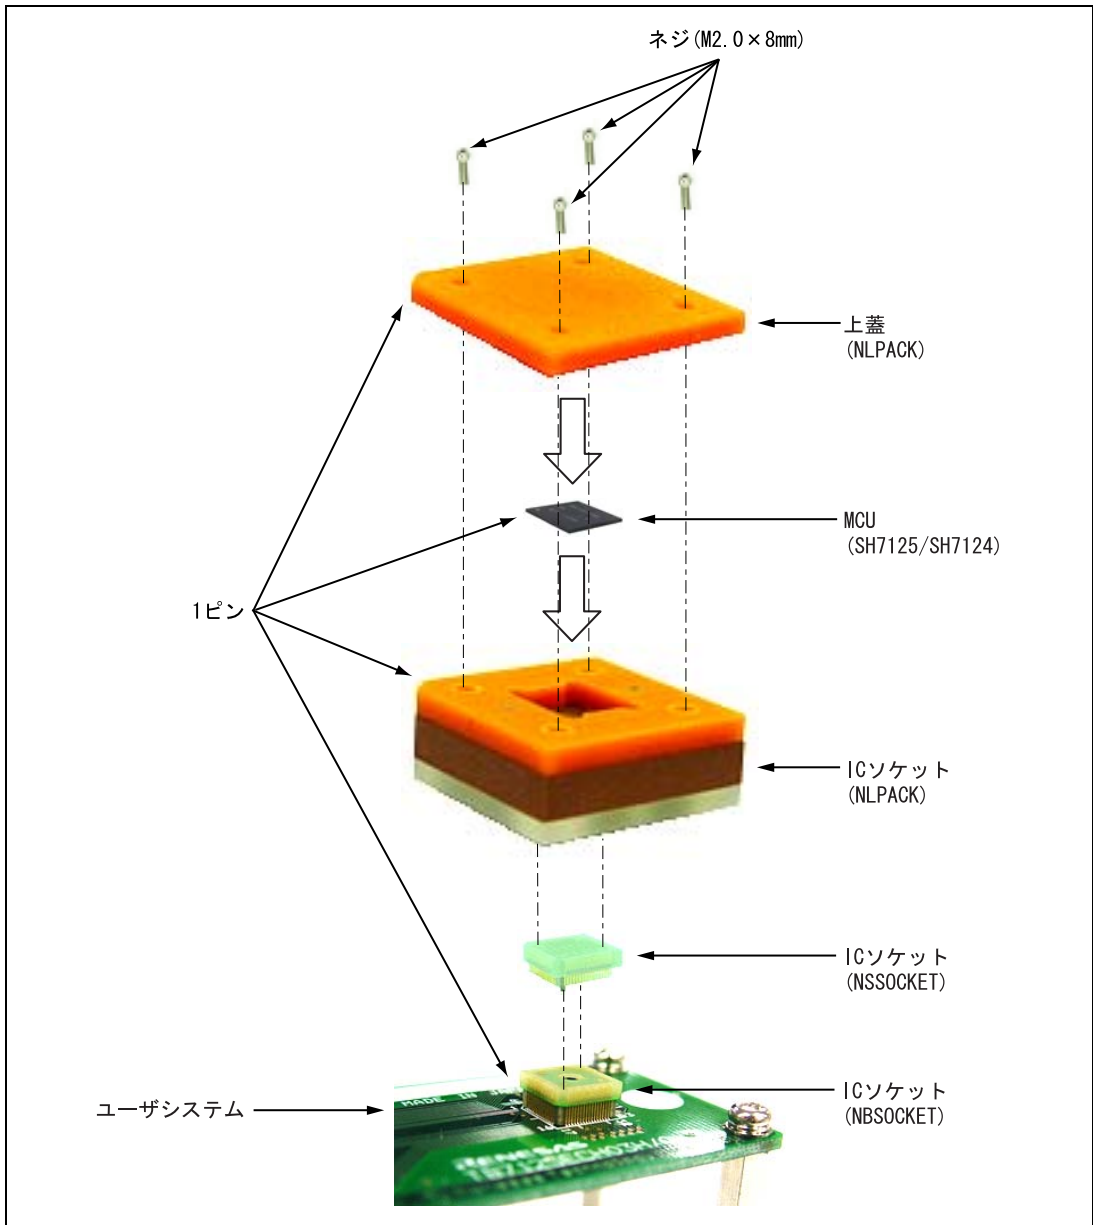

図 3.6 MCU をユーザーシステムに実装する場合
3. NSSOCKET及びMCUを実装したNLPACKをユーザシステム上のNBSOCKETに1ピンの位置を確認した上で差し込みます。(図3.6参照)